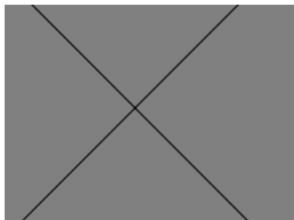

Fig. 119 - INSTALACIÓN
- Lubrique ligeramente una nueva junta tórica (recomendado) con grasa de silicona e instálela en la cubierta de la batería, ejerciendo una leve presión para que entre en la ranura del borde de la cubierta, por encima de la zona roscada (Fig. 119). NO deslice la junta tórica sobre la zona roscada.